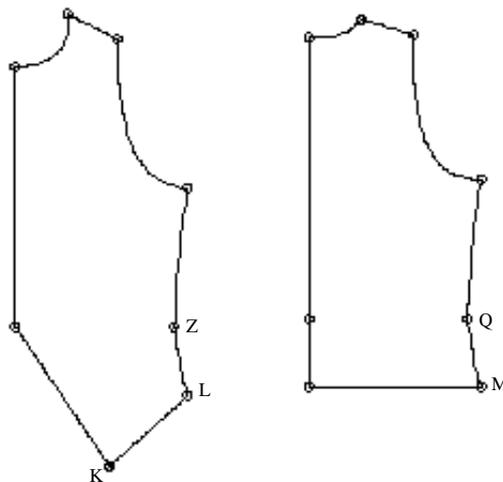

Figura 2-22.
9. Finalmente borre el punto A, para darle al frente la forma final que queremos. El resultado debería verse como lo muestra la Figura 2-22.